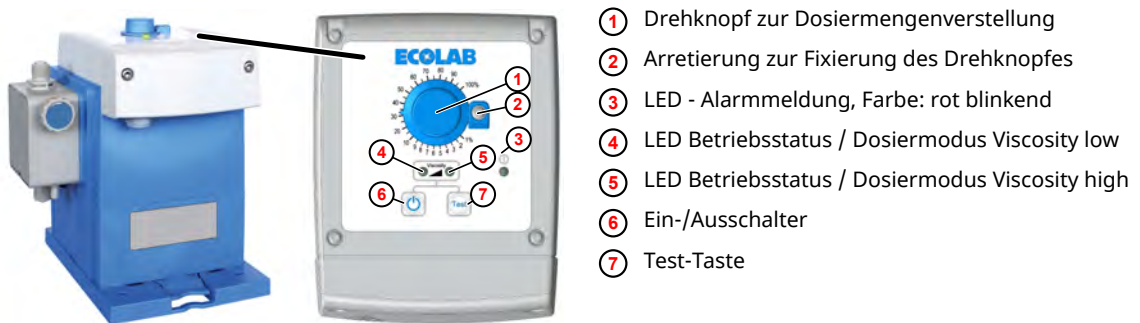

Abb. 15: Bedienfeld EcoPro
1. ➤ Die Pumpe wird über den Ein/Aus- Taster  (Abb. 15 , ⑥) ein-, bzw. ausgeschaltet.
Je nach gewähltem Dosiermodus leuchtet oder blinkt entweder die linke LED (Abb. 15 , ④ , Viscosity low) oder die rechte LED (Abb. 15 , ⑤ , Viscosity high).